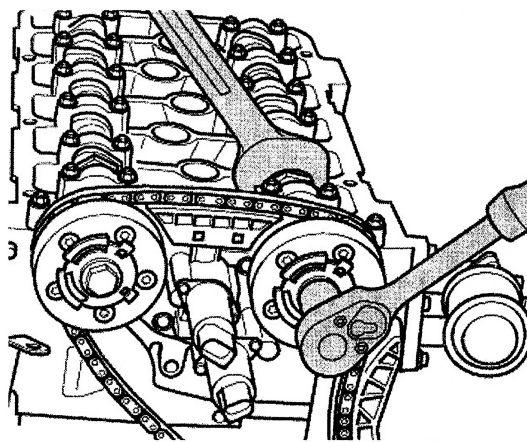

图 1-17 紧固排气凸轮轴调整装置螺栓
18) 用扳手固定住排气凸轮轴的六角部位，将排气凸轮轴调整装置螺栓拧紧（图 1-17）。